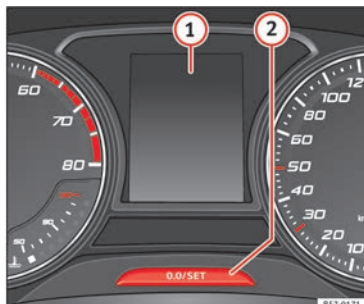

Abb. 39 Kombiinstrument
Die Service-Intervall-Anzeige erscheint im Display des Kombi-Instruments » Abb. 39 ①.
Halten Sie die Taste **[0.0/SET]** länger als 5 Sekunden lang gedrückt, um die Service-Meldung **» Abb. 39 ②** anzuzeigen.
- Schalten Sie die Zündung aus, drücken Sie die Taste **[0.0/SET]** **» Abb. 39 ②** und halten Sie diese gedrückt.